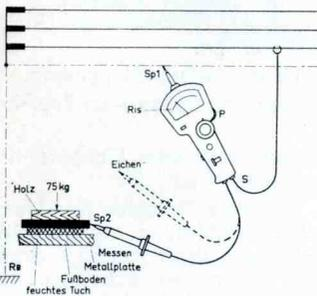

Abb. 4a: Messung des Fußbodenwiderstandes.
7. Messung des Isolationswiderstandes von Fußböden (Abb. 4a) VDE 0100 § 24 N — ÖVE-E 40 § 27